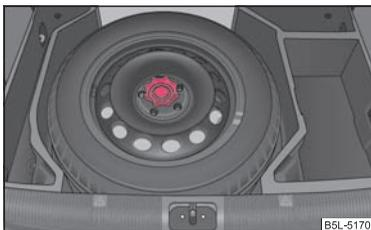

Fig. 178 Bagagliaio: Ruota di scorta
La ruota di scorta si trova nell'area sotto il piano di carico variabile nel bagagliaio ed è fissata con una vite speciale ⇒ fig. 178.
- Stivare e fissare la ruota sostituita nell'apposito vano con una vite speciale ⇒ pag. 214, fig. 178.